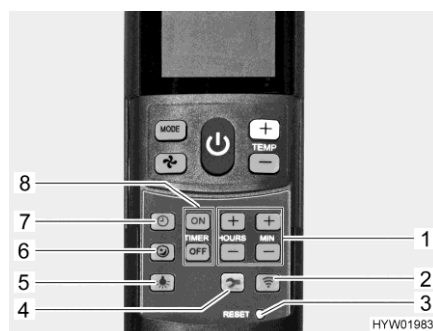

Fig. 175 Telecomando con tasti di impostazione (impianto di climatizzazione)
- Premere il tasto funzionamento silenzioso (Fig. 175,6). Durante il raffreddamento la ventola funzionerà ad un numero di giri inferiore, pertanto risulterà meno rumorosa.
- Premere il tasto ora (Fig. 175,7).
- Impostare le ore e i minuti con i tasti (Fig. 175,1).
- Premere il tasto "ON" (Fig. 175,8).
- Premere i tasti per l'impostazione degli orari (Fig. 175,1) fino a che non è stato raggiunto l'intervallo orario desiderato per l'accensione.
- Premere il tasto "OFF" (Fig. 175,8).
- Premere i tasti per l'impostazione degli orari (Fig. 175,1) fino a che non è stato raggiunto l'intervallo orario desiderato per lo spegnimento.
- Premere di nuovo il tasto "ON" o il tasto "OFF" (Fig. 175,8).
- Premere il tasto luce (Fig. 175,5). La luce viene accesa all'ultimo livello di regolazione impostato.
- Premere e tenere premuto il tasto luce (Fig. 175,5), finché non si raggiunge la luminosità desiderata.
- Premere il tasto luce (Fig. 175,5).
- ▷ Il tasto Setup (Fig. 175,4) permette di collegare il telecomando all'impianto di climatizzazione al omento della prima messa in funzione.